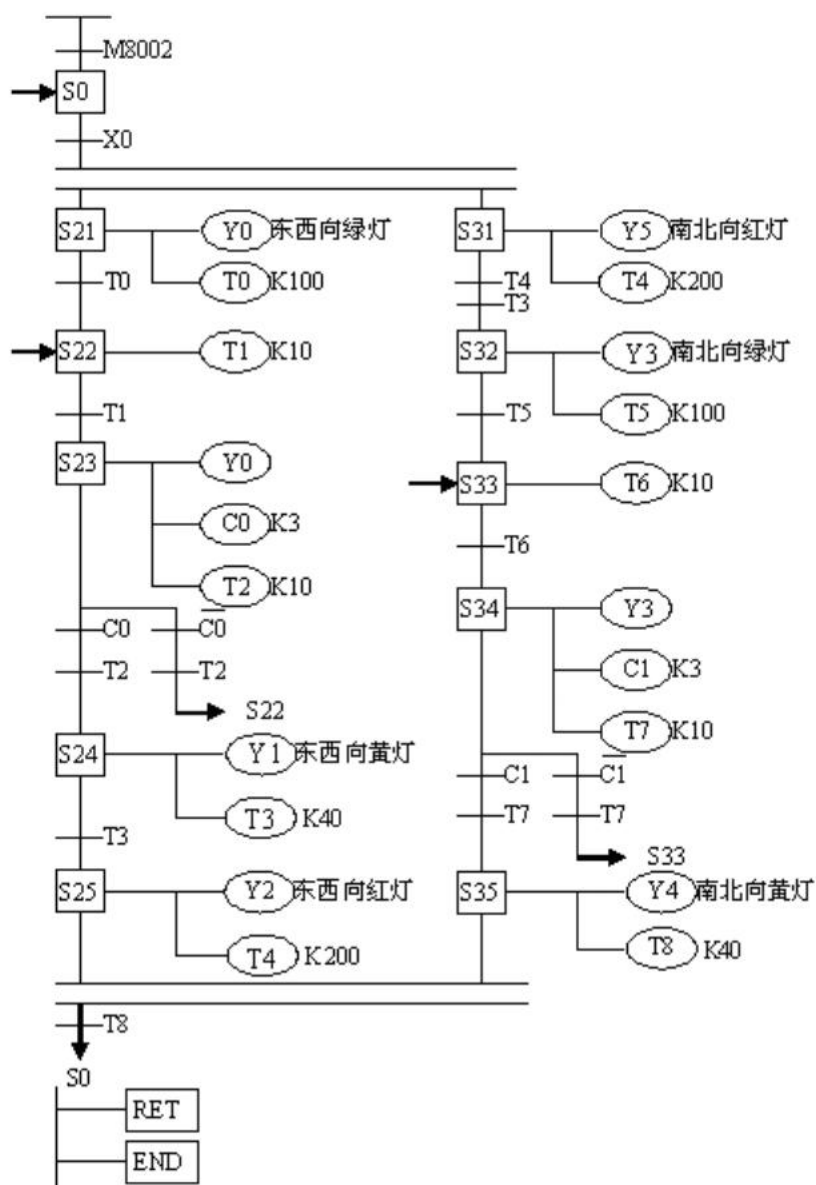

图 24 交通灯控制顺序功能图
本实验用步进顺控指令实现交通灯自动控制，其顺序功能图如图 24 所示。
1. 按图 24 输入程序。